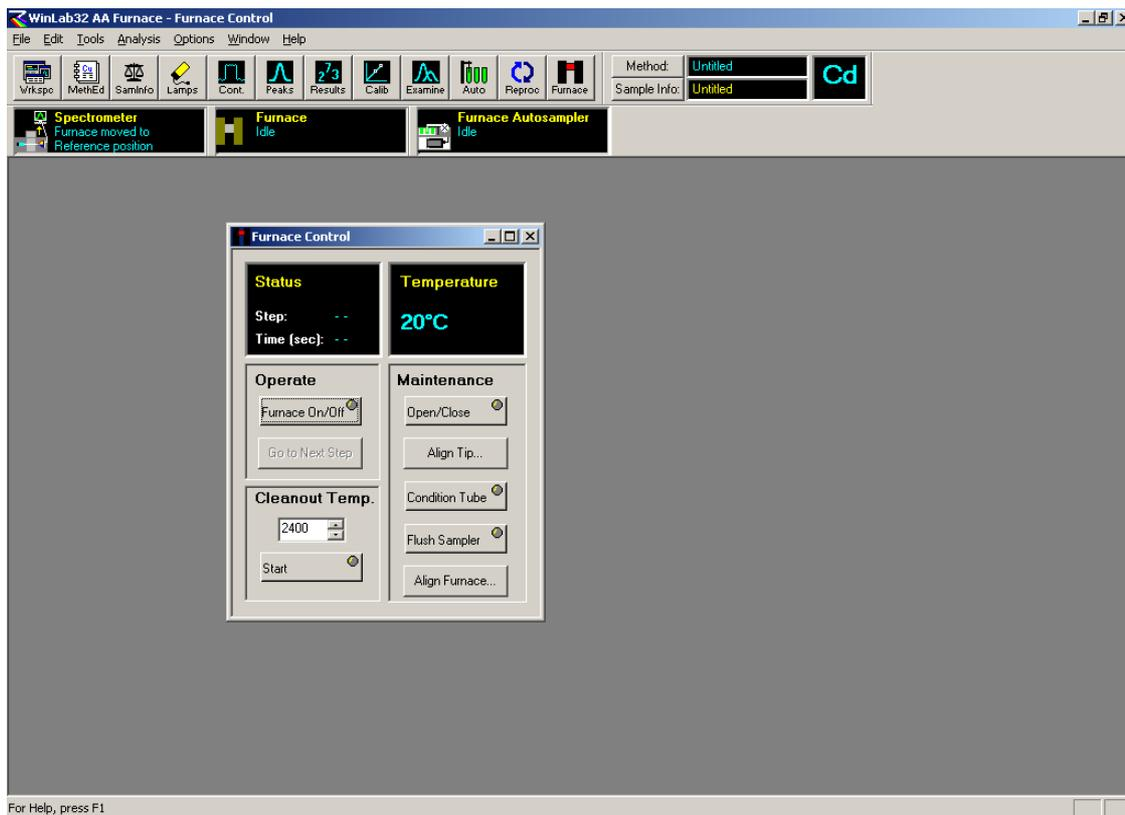

图 41. 石墨炉控制窗口
2.3.1.1 用鼠标器单击 Winlab32 AA 中工具栏中或”Tools”下拉式菜单中的”Furnace Control”命令, 调出石墨炉控制窗口如下图 41: